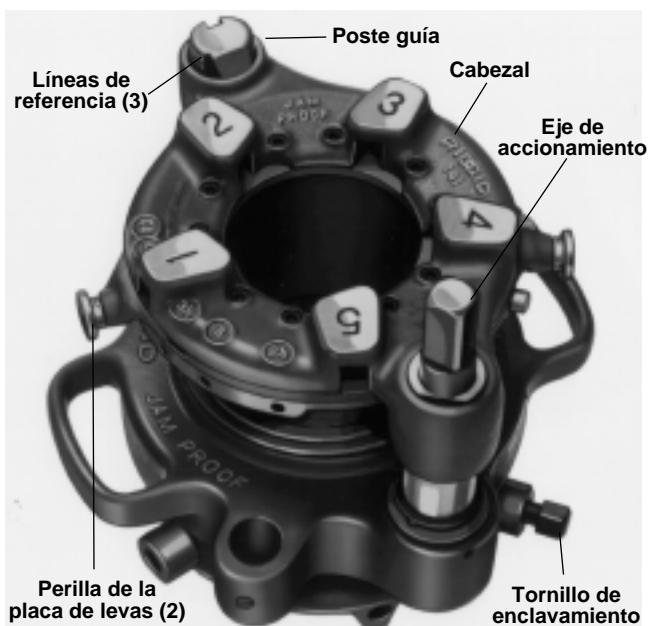

Figura 13 – Roscador a engranajes No. 141 con el eje de accionamiento apuntando hacia arriba (Roscadora No. 161 es similar)
2. Tire de las perillas de la placa de levas (*Figura 13*) y gire la placa de levas hasta la marca del tamaño deseado en la parte superior del cabezal de terrajas. Suelte las perillas cuando los pasadores de ubicación caigan en los agujeros en la placa de selección.
Agarre el portapiezas y gire el extremo cuadrado del eje de accionamiento o gire la caja de engranajes a mano hasta las líneas de referencia respectivas en el poste guía (*Figura 13*).
2. Tire de las perillas (*Figura 13*) y gire la placa de levas hasta la marca CD en la parte superior del cabezal de terrajas.
8. Con una llave de cubo, apriete firmemente el tornillo de enclavamiento del portapiezas (*Figura 13*).
- Deslice la boquilla cuadrada del Árbol Universal de Propulsión No. 840A por sobre el extremo cuadrado del eje de accionamiento del roscador y apriete los dos (2) tornillos de retención.
Roscadores 141 y 161 – Pise el interruptor de pie y retroceda el roscador una o dos revoluciones. Para desenclavar las terrajas del tubo, tire de las perillas (*Figura 13*) y gire la placa de levas, hasta donde sea posible, hacia la marca CD en el cabezal.
Roscadores 141 y 161 – Afloje el tornillo de enclavamiento (*Figura 13*) y gire el portapiezas a la posición de OPEN (abierto). Saque el roscador.